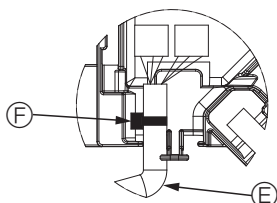

Fig. 6-11
- Поместите ленту, фиксирующую провод мотора дефлектора, в коннекторную коробку, как показано на схеме. (Fig. 6-11)